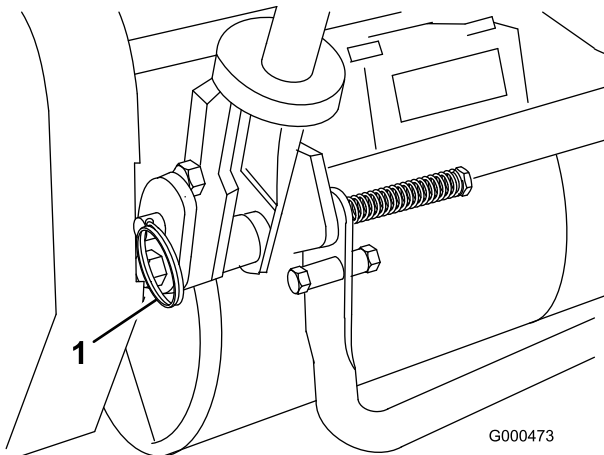

Figure 8
1. Retirez les goupilles fendues des axes de chape de chaque côté de la tondeuse (Figure 8).
2. Soutenez le guidon et retirez les axes de chape de chaque côté pour monter ou descendre le guidon à la hauteur voulue (Figure 8).